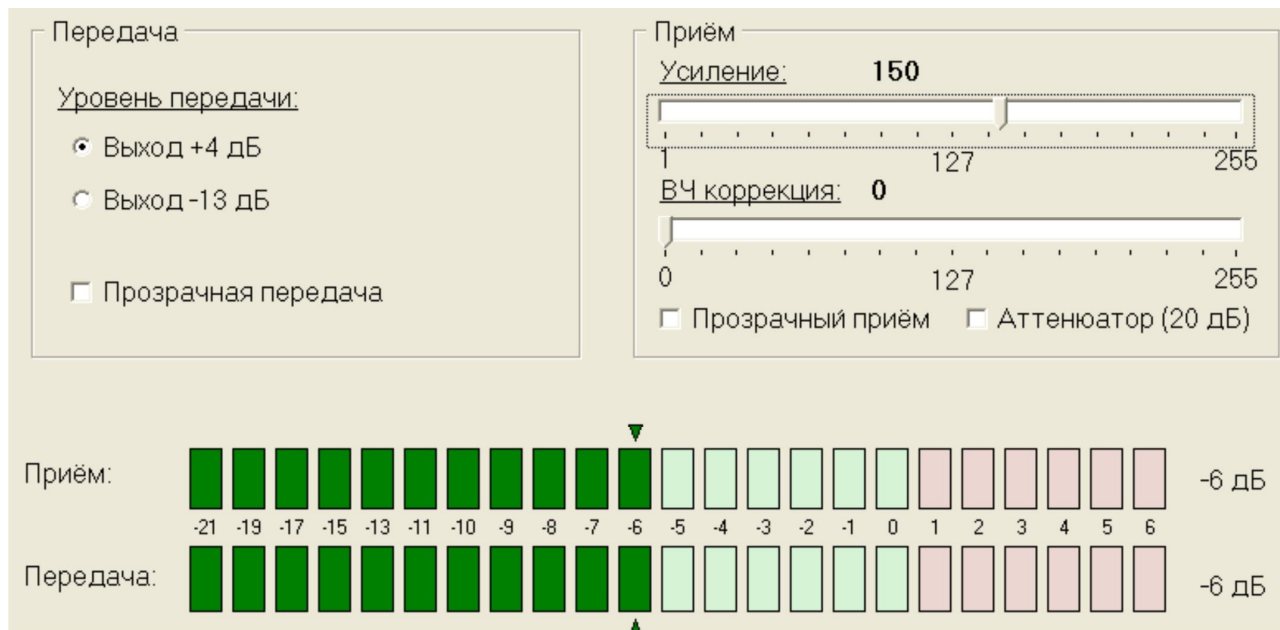

Рисунок 10 - Настройка канала ТЧ и индикация уровней сигналов
8.7 Включить удаленный шлейф, установив значок «√». Проконтролировать уровень выходного сигнала по линейке «Передача» - он также должен быть равен минус 6 дБ (см. Рисунок 10).